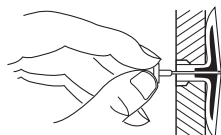

Figura 8 - Cómo abrir las alas del anclaje para paredes delgadas
4. Para paredes delgadas, de 1.3 cm (1/2") o menos, inserte la llave roja en el anclaje de pared. Empuje la llave roja para que abra las alas de anclaje (consulte la Figura 8).